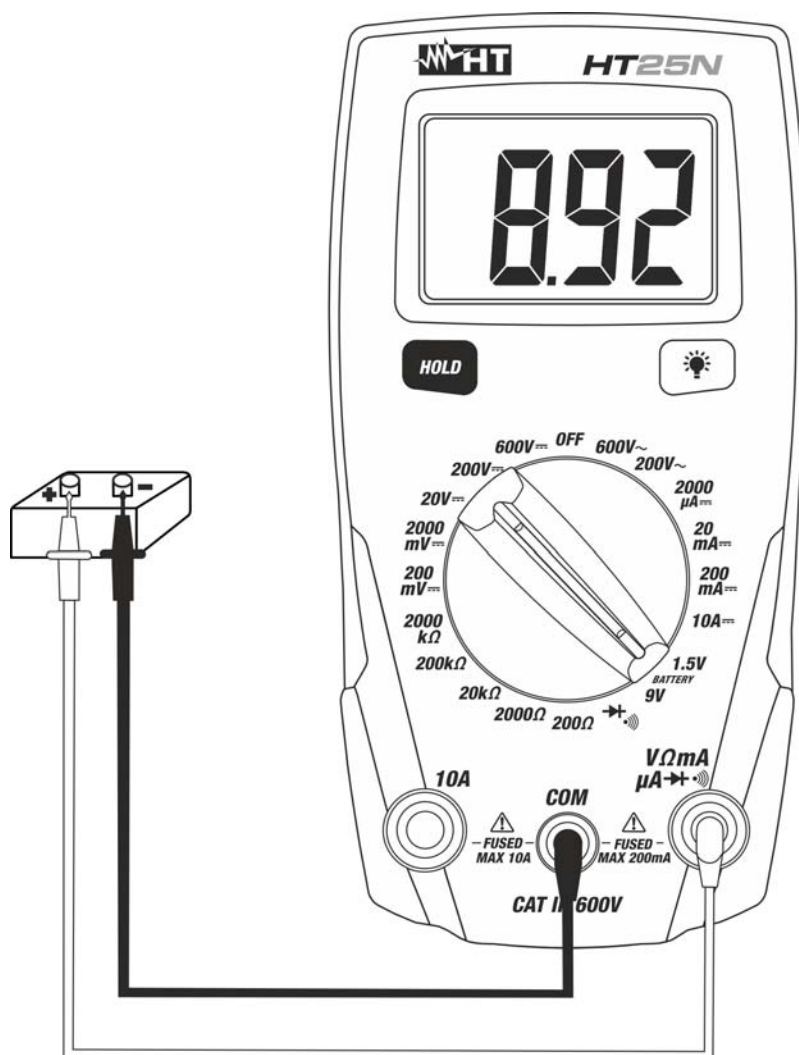

Fig. 7: Uso do instrumento para efetuar o teste de baterias
3. Colocar a ponteira vermelha e a ponteira preta respetivamente no polo positivo e negativo da bateria em exame (ver Fig. 7). O valor da tensão de bateria é apresentado no display.